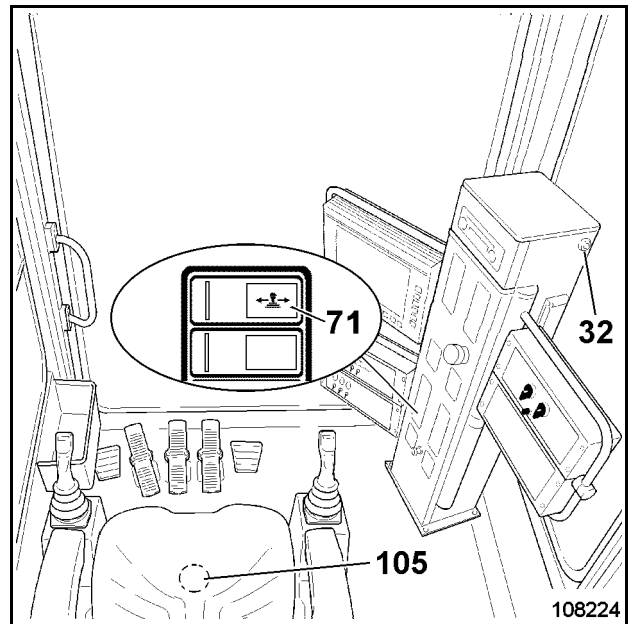
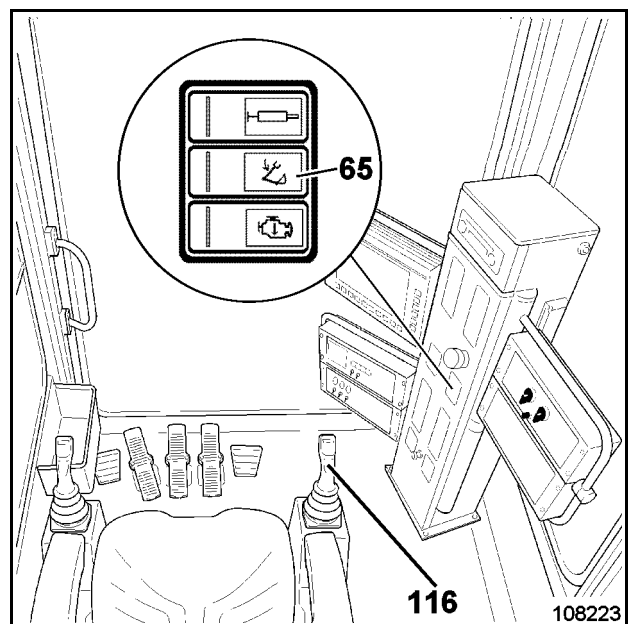

Fig. 2-128:
Fig. 2-129:
- Siéntese en el asiento del operador para que se active el interruptor del interior del asiento (105, Fig. 2-128).
- Encienda el sistema eléctrico con el interruptor de llave (32).
- Opere el interruptor (71) para que el servosistema hidráulico se active.
- Opere el interruptor (65, Fig. 2-129) y manténgalo presionado.
- Empuje la palanca de control (116) hacia delante para bajar hasta el suelo el equipo de trabajo.
- Encienda el sistema eléctrico con el interruptor (32, Fig. 2-128:)
- Active el interruptor (71),
- Pulse el nivel de control (116) hacia adelante para descender el equipo de trabajo al suelo.